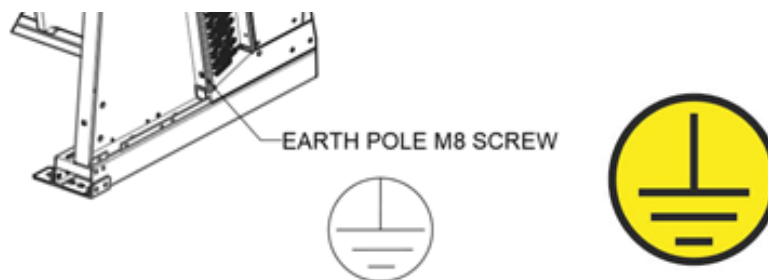

Fig. 6.3 - Particolare della posizione del polo di terra
Prima di collegare l'unità alla rete elettrica, verificare che siano stati utilizzati i dispositivi di sezionamento ed interruzione dalla rete di alimentazione, di protezione contro la scossa elettrica, di protezione dell'equipaggiamento e quant'altro previsto dalla normativa vigente. Il telaio di ogni modello è dotato di un polo di terra (PE) con etichetta di identificazione. **E' obbligatorio collegare il polo di terra del modello all'impianto o al conduttore esterno di messa a terra (vedi Fig. 6.3).**